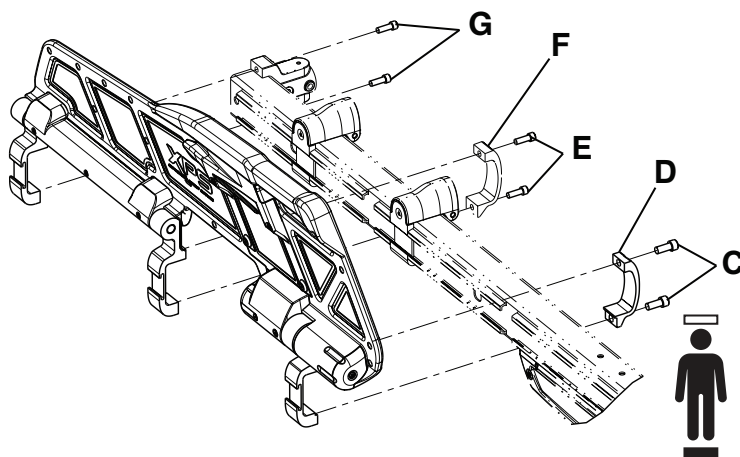

Figure 16 – Retrait de l'ensemble de la barrière
5. À l'aide d'une clé à 6 pans de 1/4 po, retirer les vis d'assemblage à six pans creux (C) qui fixent la pince de barrière (D) à l'ensemble clé à cliquet du côté pieds de l'ensemble principal (Figure 16). Conserver les vis.
6. À l'aide d'une clé à 6 pans de 3/16 po, retirer les deux vis d'assemblage à six pans creux (E) qui fixent la pince de la barrière du milieu (F) à l'ensemble du rail externe (Figure 16). Conserver les vis.
7. À l'aide d'une clé à 6 pans de 3/16 po, retirer les deux vis d'assemblage à six pans creux (G) qui fixent le haut et le bas du support d'interface châssis/plan de couchage à l'ensemble du rail externe (Figure 16). Conserver les vis.